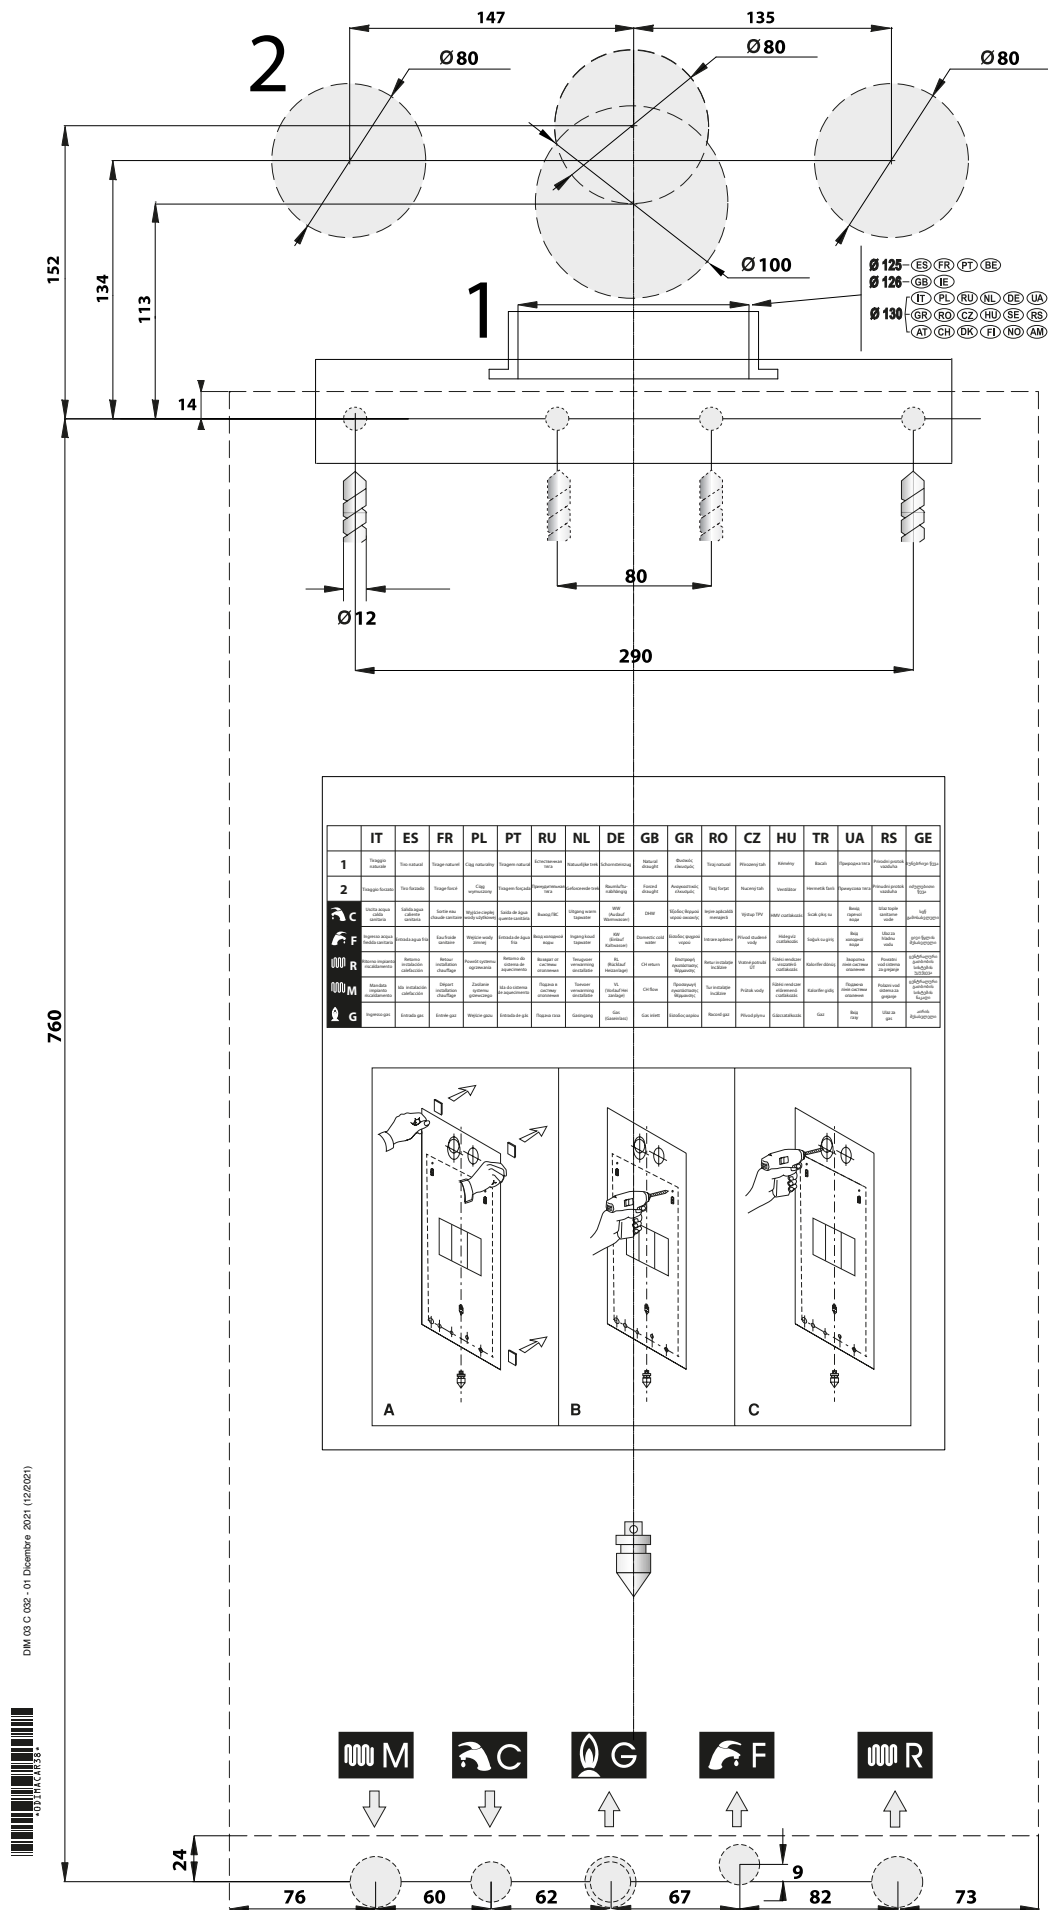

Рис. 5 Паперовий шаблон.
- » монтажний паперовий шаблон для настінного котла (див. Рис. 5 Паперовий шаблон.).
Кожний котел забезпечений спеціальним паперовим шаблоном, що знаходиться в упаковці (див. Рис. 5 Паперовий шаблон.). Кожен котел забезпечений спеціальним паперовим шаблоном, що знаходиться в упаковці (рис. 8), який дозволяє підготувати труби для підключення до системи опалення, до лінії води санітарного призначення, до газової магістралі і труби подачі повітря та відводу димових газів в момент їх розведення, тобто до початку установки котла на вибране місце.